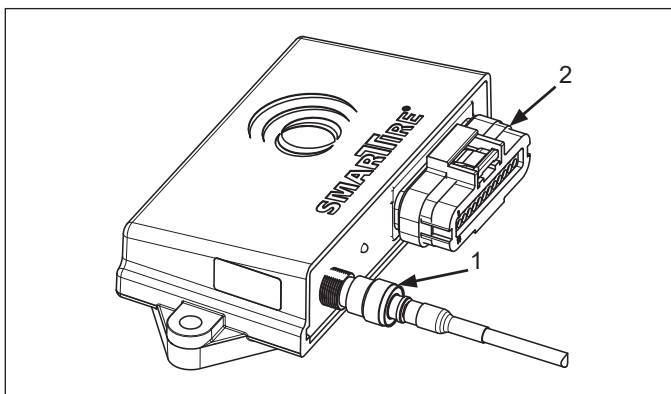

Figure 1 - Dépose du BCE précédent
1. Dévissez le connecteur d'antenne existant du BCE (1). Voir Figure 1.
2. Débranchez le faisceau principal du BCE du TPMS existant (2).